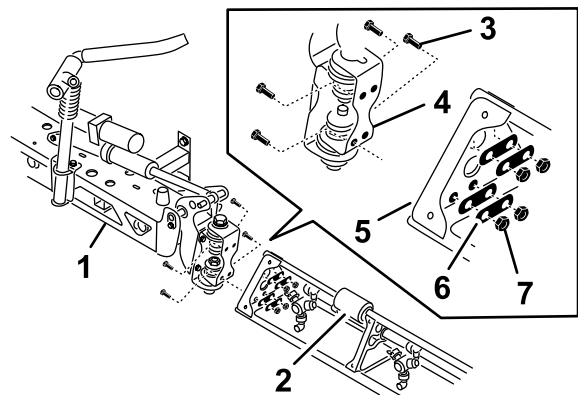

Figure 40
2. Faites pivoter chaque support d'articulation au bout de la section de rampe centrale de ce que les supports soient alignés verticalement (Figure 40).
4. Fixez la plaque d'articulation à la plaque triangulaire à l'aide des 4 boulons à embase, 4 plaques d'appui et 4 contre-écrous à embase (Figure 40) que vous avez retirés à l'opération (1).
6. Placez la tige du vérin de levage de la rampe en face des trous dans la fourche du support d'articulation (Figure 40).
7. Fixez la tige à la fourche du support d'articulation à l'aide d'un axe de chape et d'une goupille fendue (Figure 40).